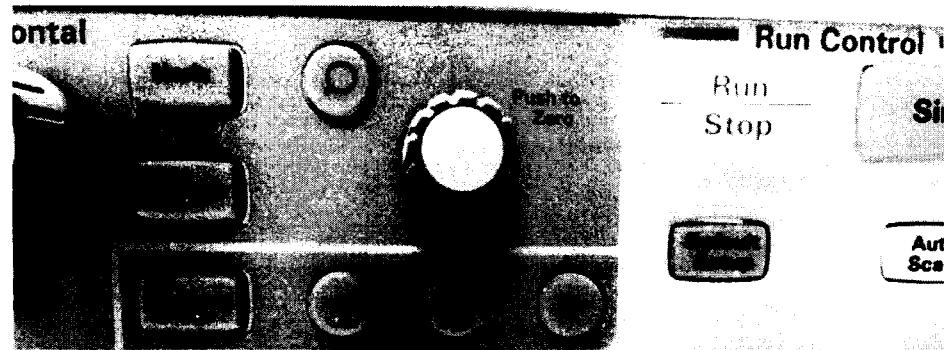

Рис. 3
- Б) Вращать ручку смещения по горизонтали (См. рис. 3) до значения 1 мс.